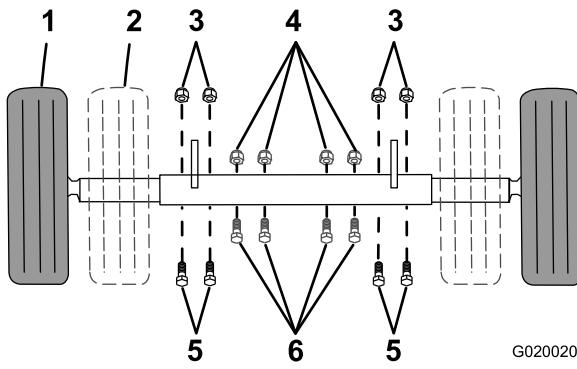

Figura 22
- Punto de apoyo (2)
- Retire los pernos y las tuercas que sujetan el eje interior al eje exterior (Figura 22).
- Deslice cada extremo del eje hacia dentro a la posición estrecha (Figura 22).
- Deslice cada extremo del eje hacia fuera a la posición extendida (remolcado) (Figura 22).
- Introduzca los pernos a través de los taladros de los ejes (Figura 22).